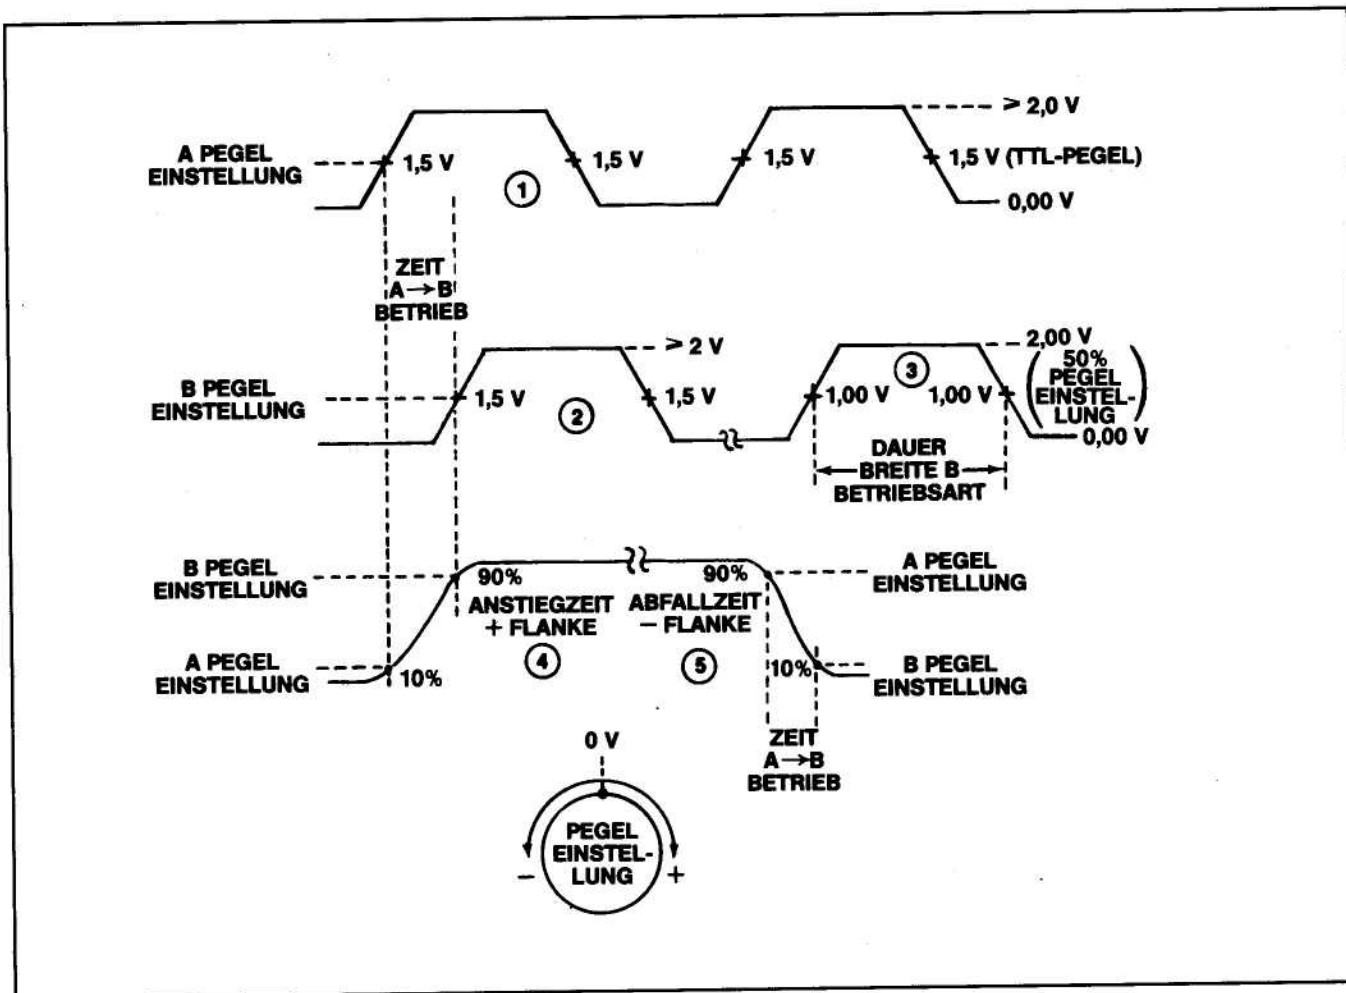

Abb. 2-5: Typische Einstellungen der Ausgangsspannung für CH A und CH B für unterschiedliche Zeitintervallmessungen
**Triggerung.** Die zur Bestimmung der Triggerpunkte erforderlichen Spannungspegel sind an die Ausgänge CH A/CH B TRIG LEVEL der Frontplatte oder an den rückwärtigen Interface-Anschluß gelegt und können mit Hilfe eines Digitalvoltmeters eingestellt werden. Abb. 2-5 zeigt typische Einstellungen der TRIG LEVEL-Spannung für verschiedene Zeitintervall-Messungen. Für die Durchführung dieser Messungen müssen die Kanäle gleichspannungsgekoppelt sein, und die Koaxialkabel müssen korrekt abgeschlossen sein.
**Pulsbreite B.** Um eine Periodendauer zu messen (Abb. 2-5, Signalform 3), ist es erforderlich, den 50%-Pegel zu bestimmen. Stellen Sie den Wahlschalter FUNCTION auf die Position WIDTH B und CH B LEVEL auf Linksanschlag ein. Schließen Sie das Eingangssignal an die Eingangsbuchse CH B. Die Anzeige GATE sollte ausgeschaltet sein. Bewegen Sie den Einsteller LEVEL solange, bis die Anzeigelampe B sich einschaltet und halten Sie den am Digitalvoltmeter gemessenen Wert fest. Drehen Sie den Einsteller LEVEL solange weiter, bis die Anzeigelampe GATE ausgeht und halten Sie den am Digitalvoltmeter gemessenen Wert fest. Nun subtrahieren Sie den ersten am Digitalvoltmeter gemessenen Wert vom zweiten Meßwert und dividieren Sie dieses Ergebnis durch 2: dies ist der 50%-Pegel.